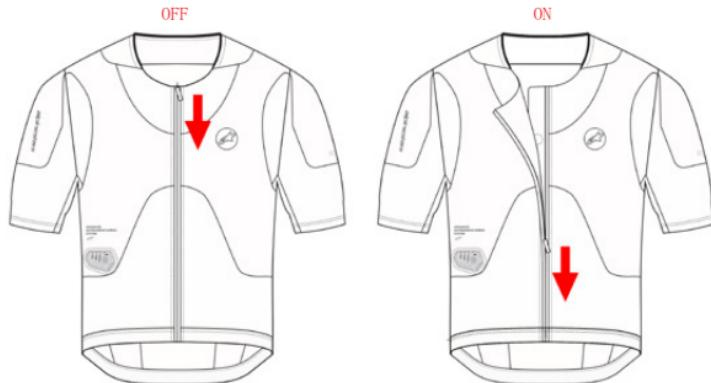

図11：起動ジップ（2）が開くとシステムがオフになります
起動ジップ (2) を開くことで、簡単にシステムをオフにすることができます。システムは起動ジップ (2) を開いてから約1秒後に自動的にシャットダウンします（図 11）。
システムをオフのままで保つには、図11に示すように起動ジップ (2) が開いたままでジッパーが開いていないことを確認します。